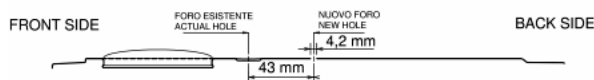

FIG. 01
a) À partir du numéro de série 21219.0001, utilisation progressive de la cuve LB 2000 de type 'EVO' (voir fig. 02), qui se distingue de la cuve précédente LB2000 (voir fig. 01) par les caractéristiques particulières suivantes :
| EN PRODUCCION | | Matricula MENOR (+) 21218.0001 Fig. 01  | Matricula Entre 21219.0001 y 30312.0001 Fig. 02 ATTACCO TUBO SPINOFFO ANTERIORMENTE ELIMINATO FORO TUBO RECUPERO (SPINOFFO) MODIFICATA FORMA FORO SPINOFFO ANTERIORMENTE TUBO SING.  |
À partir du n° de série 30606.0001, tous les lave-linge équipés d'une cuve 46 litres Code 094283, 094273 et 094279 montent des résistances plus courtes; d'où le déplacement vers l'arrière de 43 mm du trou servant à guider la résistance (voir fig. 01).